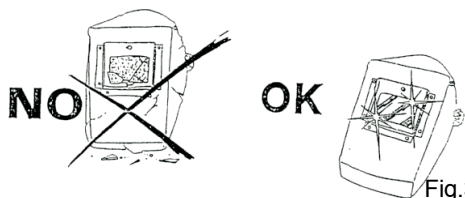

Fig.3
- Occorre mantenere sempre pulito il filtro colorato (vetro inattinico); se rotto o deteriorato (Fig.3) va sostituito. Il filtro colorato deve essere protetto contro gli urti e le proiezioni di saldatura mediante un vetro trasparente situato sulla parte anteriore della maschera; quest' ultimo va sostituito ogni qualvolta si constata una ridotta visibilità in saldatura.